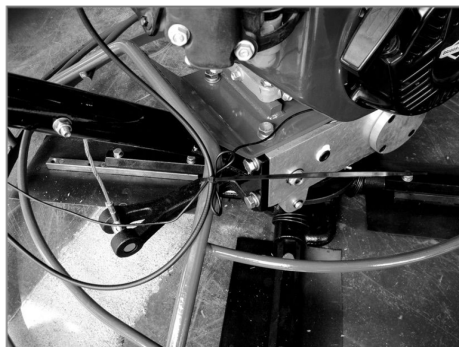

Рис. 16
- Закрепите провод аварийной остановки и трос дроссельной заслонки в нужном положении пластиковой стяжкой (рис. 16).